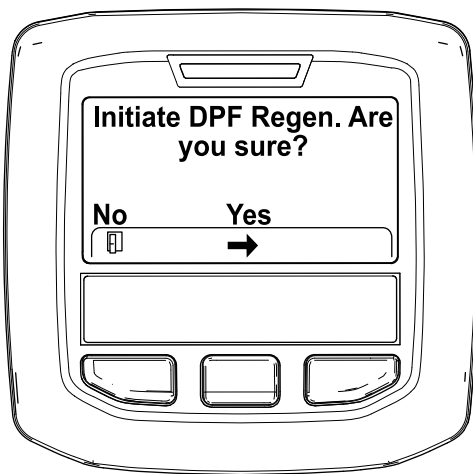

図 39
4. Initiating DPF Regen DPF 再生開始 Are you sure? というメッセージが表示されるので、中央ボタンを押す 図 39。